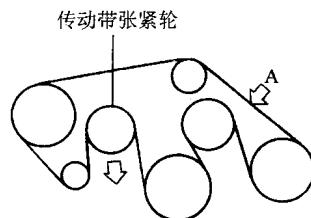

图 2-2 检查张紧轮
(2) 用大约 100N (10kg) 的力，在Ⓐ点(图 2-2)往下压时，传动带垂直挠度约为 10mm，否则检查传动带张紧轮。